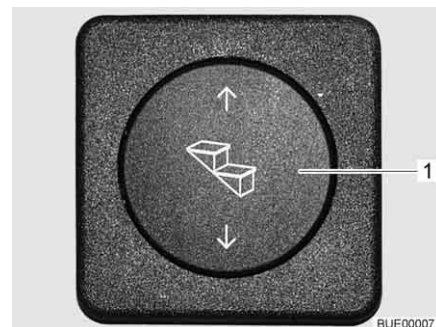

Bild 12 Bedientaster Eintrittstufe
- Wipptaster (Bild 12,1) unten drücken und gedrückt halten (mindestens 3 Sekunden), bis die Eintrittstufe vollständig ausgefahren ist.
- Wipptaster (Bild 12,1) oben drücken, bis die Eintrittstufe vollständig eingefahren ist.